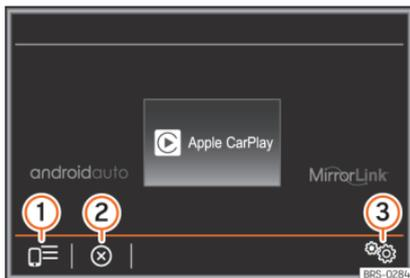

Abb. 186 Hauptmenü von Full Link.
- Tippen Sie auf die Funktionsfläche **Geräteliste** »» Abb. 186 1 und wählen Sie dann das Mobilgerät aus der Geräteliste aus.
- Funktionsfläche »» Abb. 186 2 antippen, um die aktive Verbindung zu trennen.
- Tippen Sie auf die Funktionsfläche **Geräteliste** \ggg **Abb. 186 ①** und wählen Sie dann das Mobilgerät aus der Geräteliste aus.
- Funktionsfläche \ggg **Abb. 186 ②** antippen, um die aktive Verbindung zu trennen.
- Tippen Sie auf die Funktionsfläche (**Geräteliste**) >>> **Abb. 186** ① und wählen Sie dann das Mobilgerät aus der Geräteliste aus.